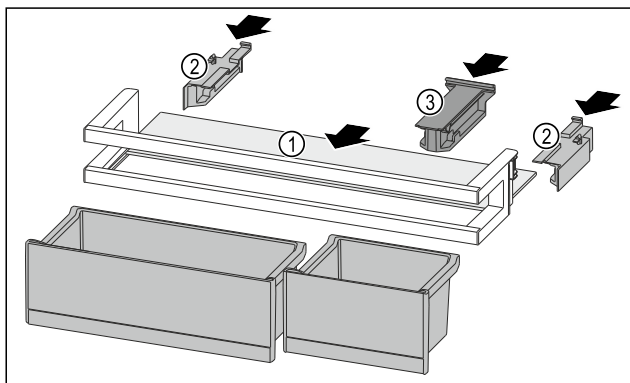

Fig. 144
- Abstellfläche Fig. 144 (1) in die seitlichen Aussparungen einschieben.
- Seitenteile Fig. 144 (2) einsetzen.
- Halteteil Fig. 144 (3) einsetzen.